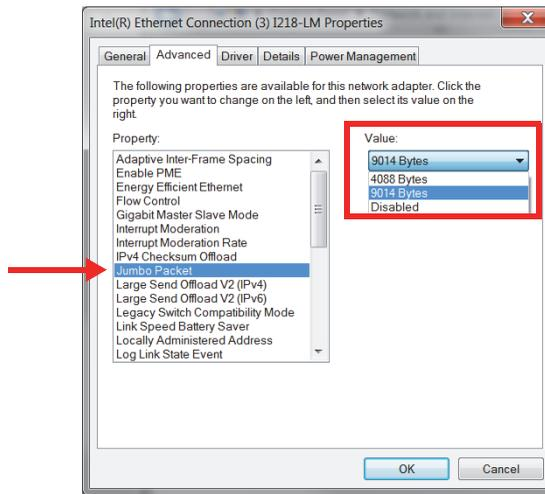

Figura 1-8 Configurazione nella scheda Advanced
4. Nella scheda **Advanced** (Avanzati), nell'elenco **Property** (Proprietà), selezionare **Jumbo packet** (Pacchetto jumbo) o **Jumbo frame** (Frame jumbo) [vedi Figura 1-8 a pagina 30].